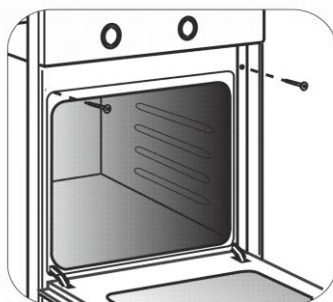

Рис.2. Крепление жарочного шкафа к тумбе.
- 3) Жарочный шкаф устанавливается на дно ниши и закрепляется спереди (рис.2) винтами, прилагаемыми в комплекте.